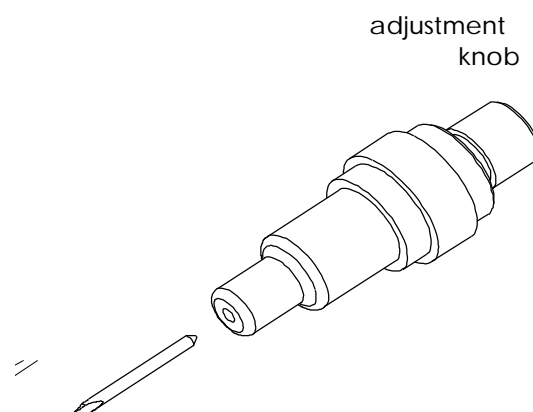

FIGURA 1-4
1. Come mostrato nella Figura 1-4, inserire la lama del coltello nel portacoltello.